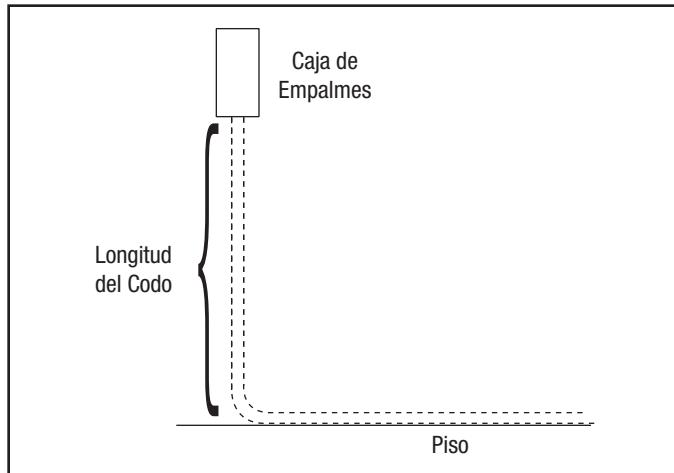

Figura 1
1. Mida la longitud necesaria del codo. Consulte la Figura 1.